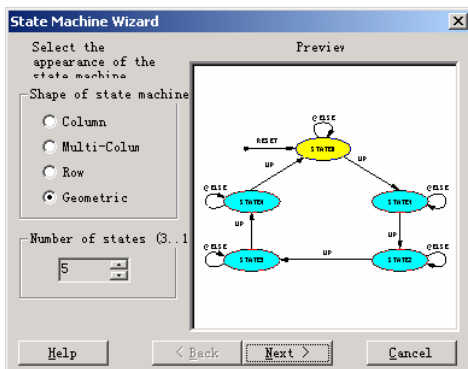

图2-19 启动状态机设计向导
- 按钮  的功能是启动状态机设计向导 (State Machine Wizard)，如图 2-19 所示。它的功能和向导工具栏中的  按钮的功能一致。状态机设计向导根据工程师所选的状态机转移图类型 (列状、双列状、行状和几何图形状转移图等)，复位模式 (同步、异步模式)，转移状态数目等生成一个基本的状态转移图模板。使用该模板能大幅度减轻绘制状态转移图的工作量。